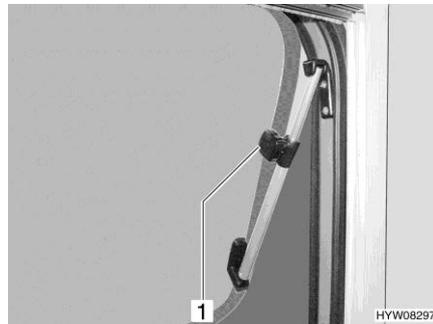
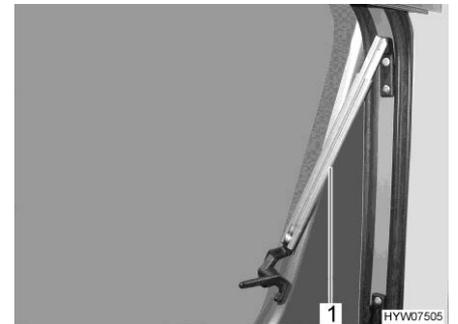

Fig. 54 Fenêtre projetante avec bras pivotants (ouverte)
Fig. 55 Fenêtre projetante avec bras automatiques (ouverte)
- Ouvrir la fenêtre projetante jusqu'à la position d'ouverture désirée. Fixer la fenêtre projetante avec la molette (Fig. 54,1) ou laisser le bras automatique (Fig. 55,1) s'enclencher automatiquement.
- Faire tourner la molette (Fig. 54,1) ou ouvrir la fenêtre projetante jusqu'à ce que le dispositif de blocage soit libéré.